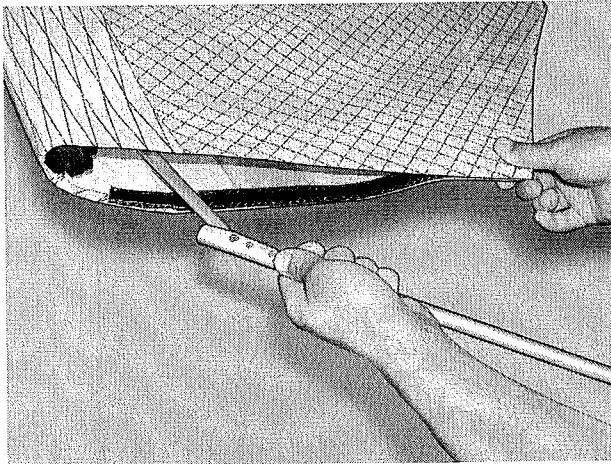

Abb.12
11. Setzen Sie die Flügelendlatten ein. (Abb.12):